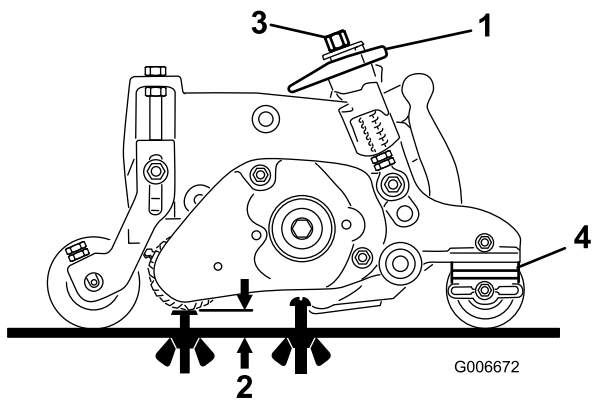

Figure 22
3. Tournez les leviers de levage rapide (Figure 22) à la position engagée (poignée vers l'avant du plateau de coupe). **Reportez-vous au tableau des plages de hauteur de coupe (HDC) et de hauteur de brossage (HDG) recommandées pour régler le gabarit.**
4. À une extrémité du groomer, mesurez la distance entre la pointe de lame la plus basse et la surface de travail (Figure 22). Tournez le bouton de réglage de la hauteur (Figure 22) pour élever ou abaisser la pointe de la lame de groomer à la hauteur désirée.